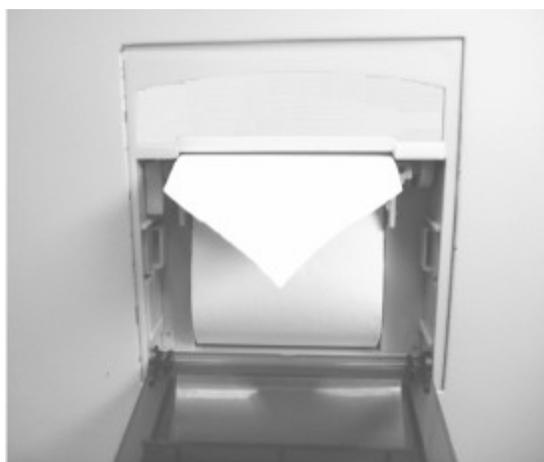

Рисунок 4-6 Опустите натяжной рычаг бумаги
3. Опустите натяжной рычаг бумаги вниз, чтобы зафиксировать бумагу в принтере, как показано на рис. 4-6;